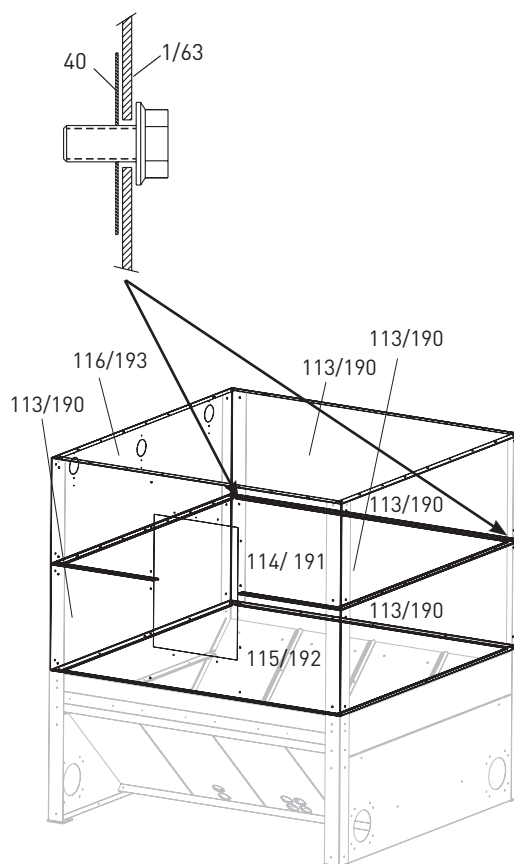

Fig. 12 Montaggio delle pareti laterali
Montare tutt'intorno la 1a fila di pareti laterali. Bordo ripiegato per 9 mm verso il basso, avvitare a mano 2 pareti laterali (113/190), 1 parete laterale con apertura per lo sportello in basso (115/192) solo al profilo angolare di supporto (1/63) e non ancora orizzontalmente – Fig. 12.
Se il serbatoio si trova a ca. 100 mm dalla parete, non è più possibile inserire le viti inferiori posteriori (distanza insufficiente), per cui, prima del montaggio di queste pareti laterali, fissare le viti al profilo angolare di supporto (1/63) con fermo per viti (40) – Fig. 12.
Montare tutt'intorno la 2a riga di pareti laterali. Avvitare 2 pareti laterali (113/190) e 1 parete laterale per bocchettone di carico (116/193), 1 parete laterale con apertura per lo sportello in alto (114/191) solo ai profili angolari di supporto (1/63) verticali, non ancora orizzontalmente – Fig. 12.